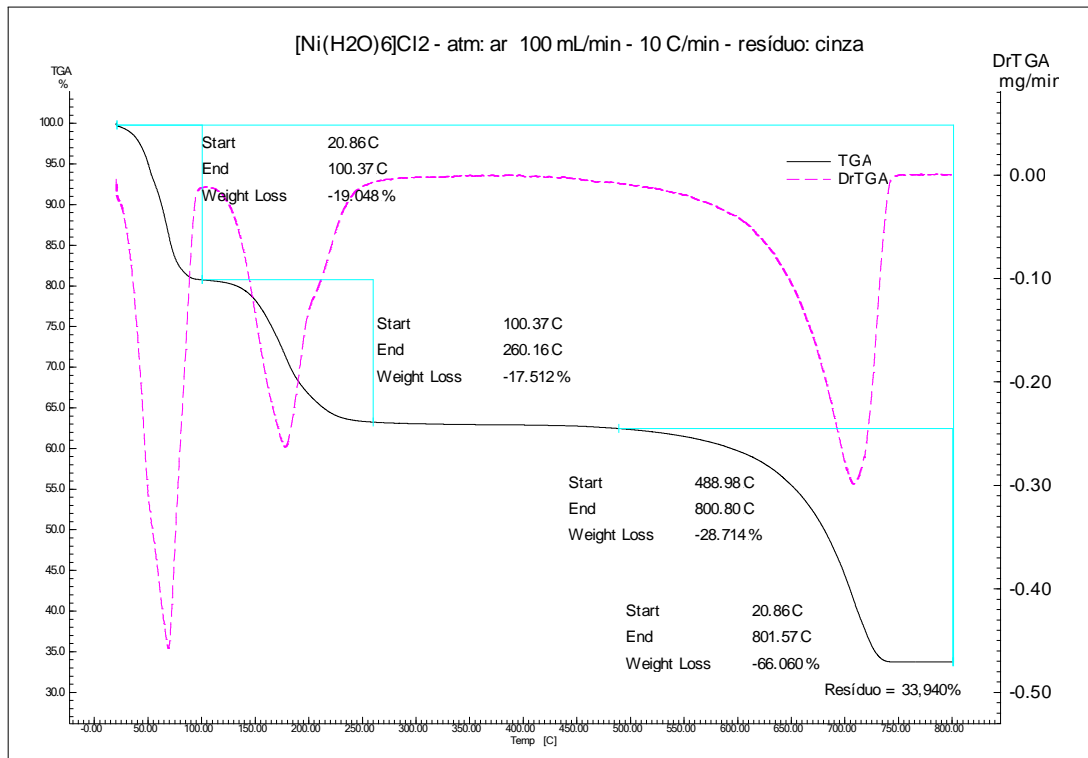

Figura 2 – Curvas TG/DTG do complexo $[\text{Ni}(\text{H}_2\text{O})_6]\text{Cl}_2$ sob atmosfera dinâmica de ar.
- Comparar o resultado com os dados da Curva TG/DTG do composto $[\text{Ni}(\text{H}_2\text{O})_6]\text{Cl}_2$. – Figura 2.